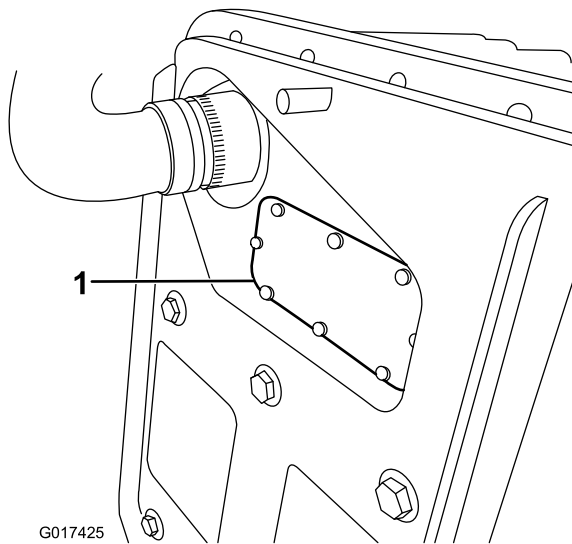

Bild 37
- B. Entfernen Sie die Sicherungsabdeckung (Bild 37).